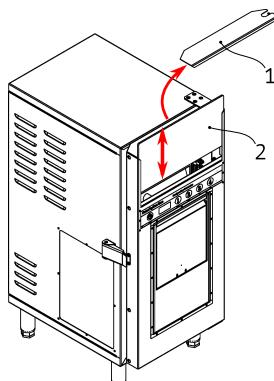

Рисунок 5
2. На верхнем крае двери находится планка (1) (см. Рис. 5) зафиксированная магнитными креплениями к двери. Снимите планку движением вбок и вверх.
3. Вытащите экран (2) вверх.